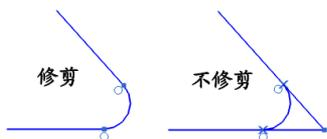

图 3-17 圆角修剪与不修剪
(1) 修剪与不修剪效果，如图 3-17 所示。
(2) 移动光标可以预览圆角并决定其尺寸和位置，通过输入半径值指定圆角大小。可以使用多种方式产生两曲线圆角。